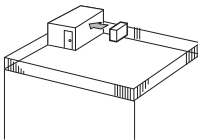

Fig. 2-4
① Direcione a saída de ar para a parede mais próxima a uma distância de cerca de 35 cm. (Fig. 2-4)